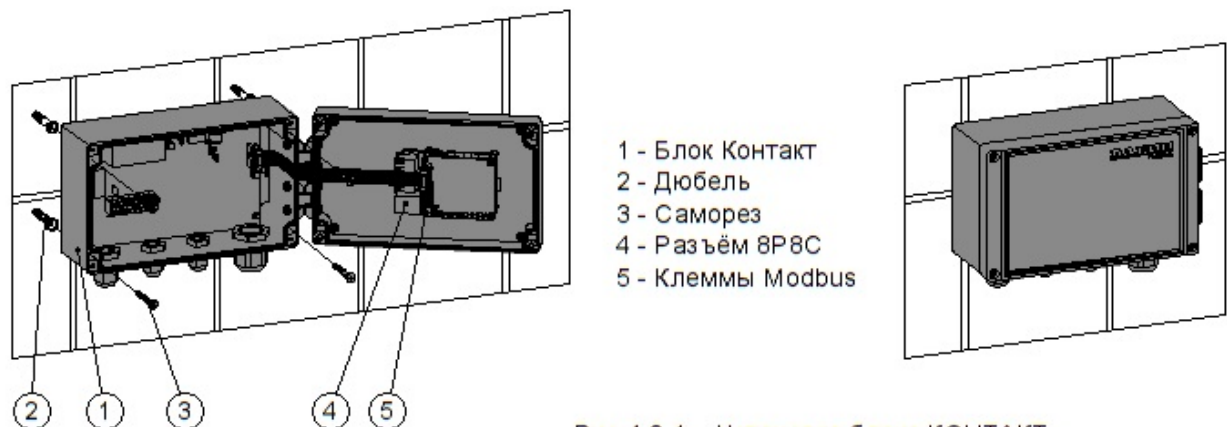

Рис.4.2-1 Установка блока КОНТАКТ
Блок КОНТАКТ устанавливается на стену технического помещения бассейна, как это показано на рис. 4.2-1 настоящего Руководства.
- Вставить через отверстие гермоввода конец кабеля Ethernet в корпус блока КОНТАКТ и подключить коннектор 8P8C в разъем 8P8C на крышке корпуса (см.рис.4.2-1, поз.4);